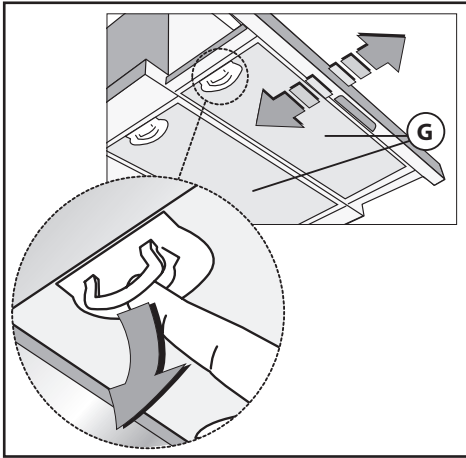
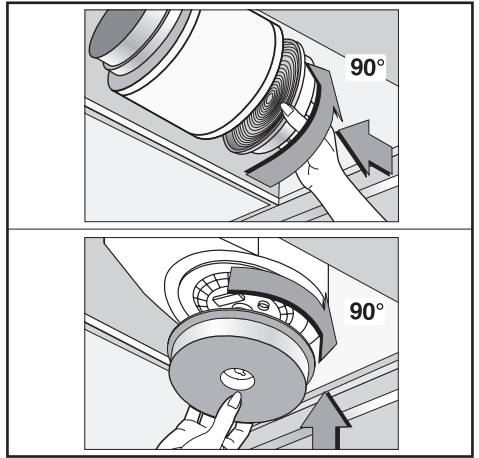

Fig.4
Fig.5
- La distanza minima fra la superficie di supporto dei recipienti di cottura sul dispositivo di cottura e la parte più bassa della cappa da cucina deve essere di almeno **65 cm**. Se dovesse essere usato un tubo di connessione composto di due o più parti, la parte superiore deve essere all'esterno di quella inferiore. Non collegare lo scarico della cappa ad un condotto in cui circoli aria calda o utilizzato per evacuare fumi degli apparecchi alimentati da un'energia diversa da quella elettrica. Prima di procedere alle operazioni di montaggio, per una più facile manovrabilità dell'apparecchio disinserire i filtro/i antigrasso (Fig.4).
Per trasformare la cappa da versione aspirante a versione filtrante, richiedere al vostro rivenditore i filtri a carbone attivo. I filtri devono essere applicati al gruppo aspirante posto all'interno della cappa centrandoli ad esso e ruotandoli di 90 gradi fino allo scatto d'arresto (Fig.5). Per effettuare questa operazione rimuovere i pannelli **G** (Fig.4). L'aria viene rimessa nell'ambiente attraverso un tubo di evacuazione aria passante attraverso il mobile e collegato alla flangia **H** (Fig.3B).